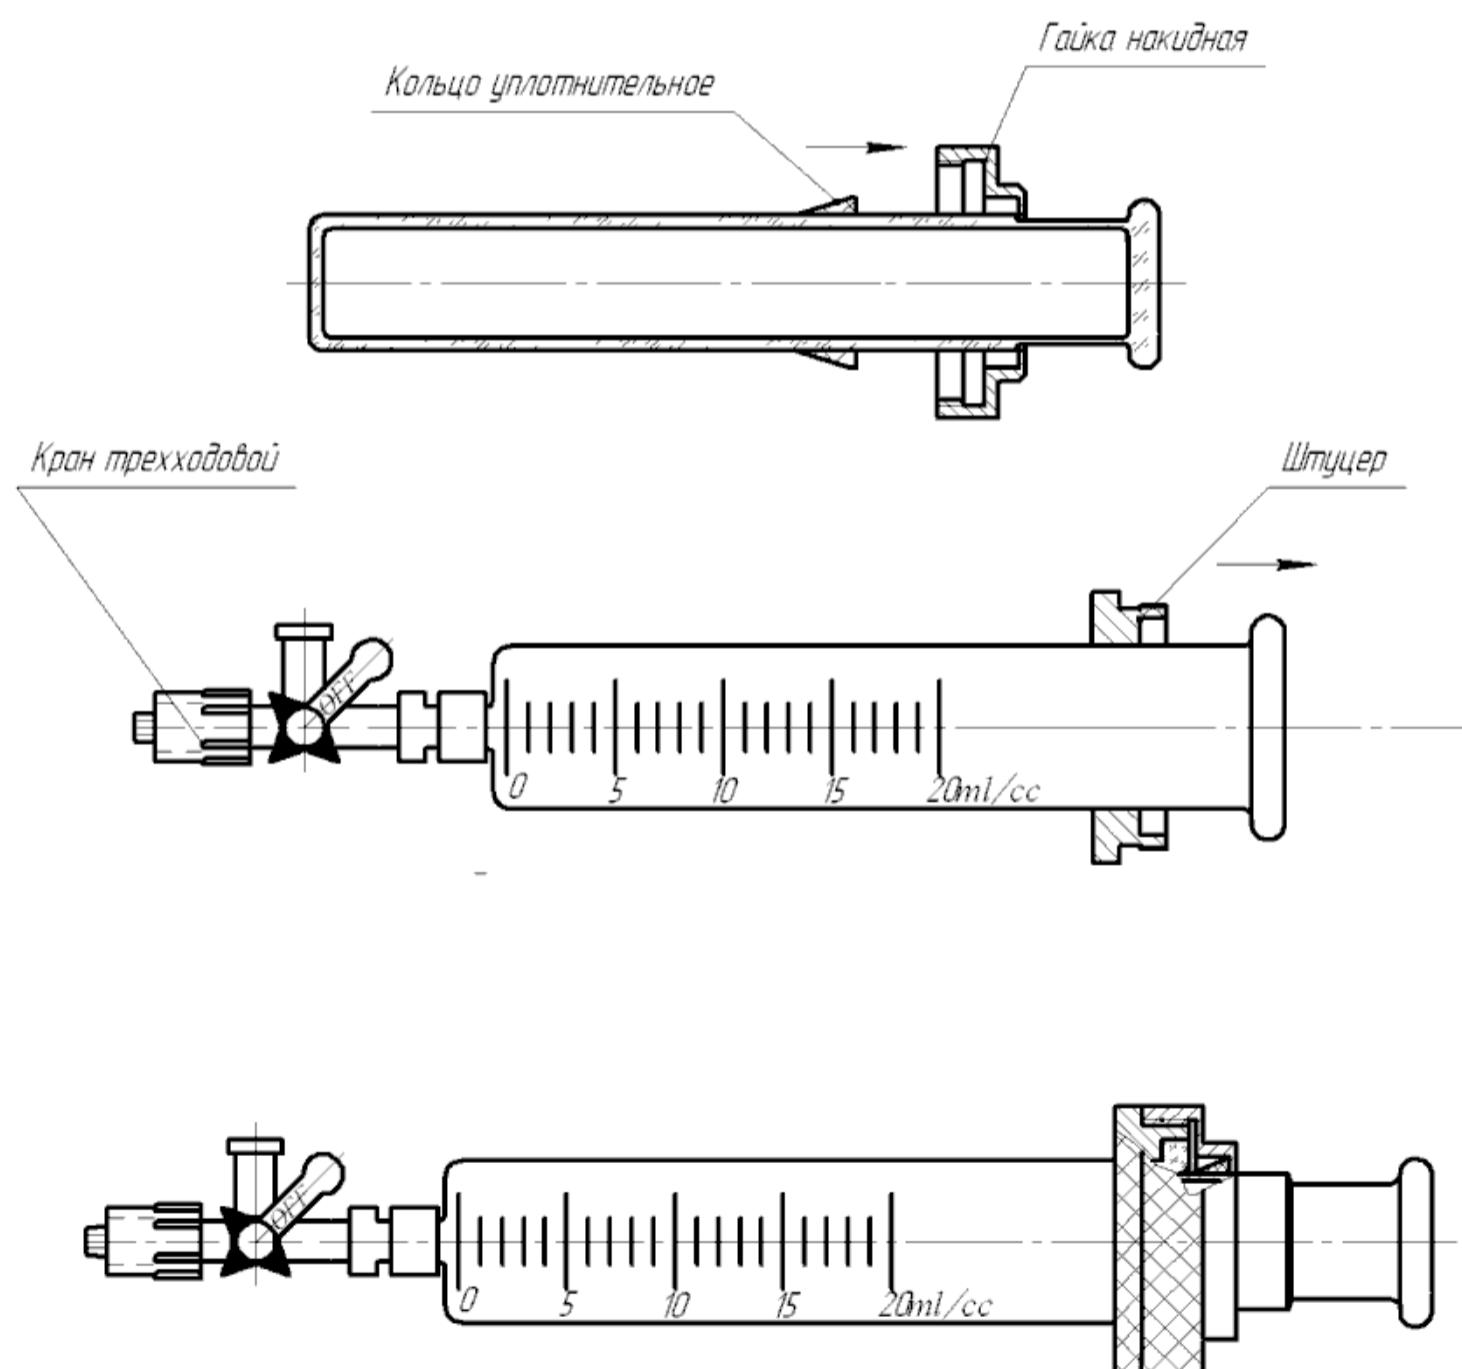

Рис. 2. Установка гермоузла на пробоотборник
8.1. Отсоедините трехходовой краник (если он установлен) от пробоотборника (Рис. 2).